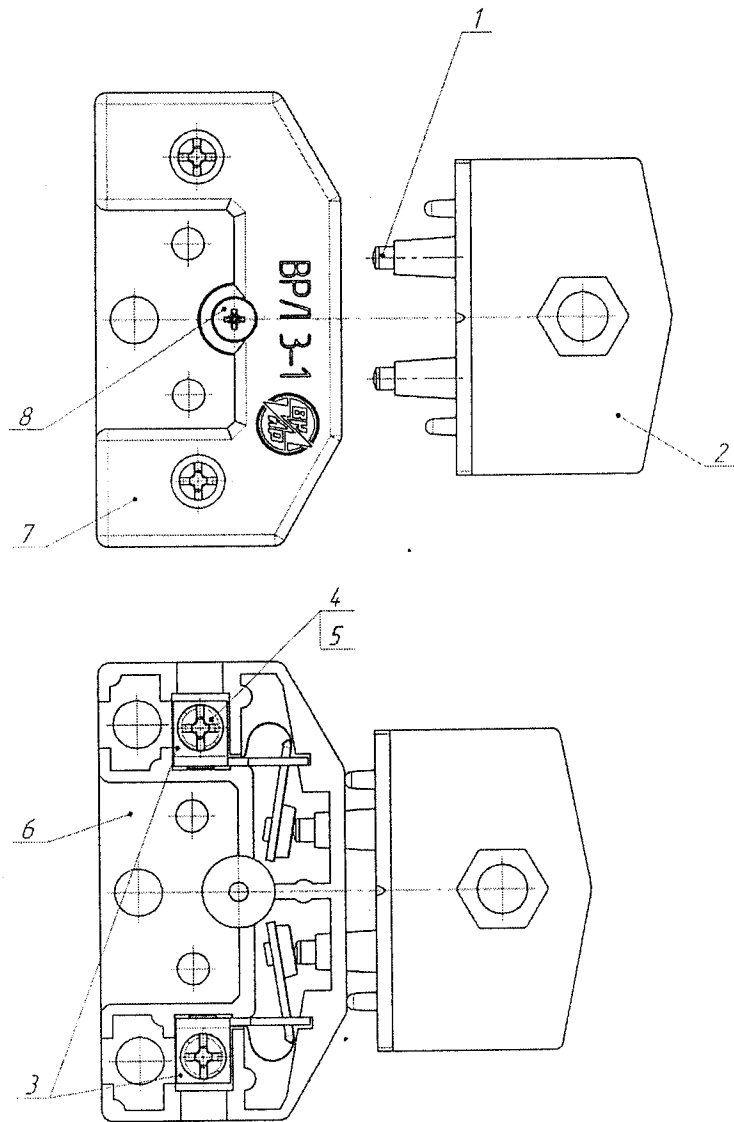

Рисунок 1 – Выключатель безопасности типа ВРЛ 3
1.3.2 Контактная система выключателей (рисунок 1) состоит из П – образного неподвижного контакта мостикового типа с серебросодержащими контакт-детальями поз. 1, запрессованного в независимую от камеры подвижную траверсу поз. 2, и неподвижных контактных узлов поз. 3 с серебросодержащими контакт-детальями.